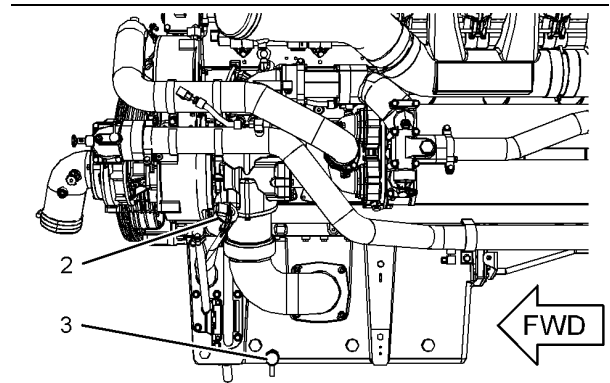

Ilustración 234
- a. Si se usa el tubo de llenado, quite la tapa del tubo de llenado (2) para llenar de aceite. Instale la tapa del tubo de llenado después de que el aceite esté al nivel apropiado. Consulte la ilustración 234 .
- b. Si se utiliza el cambio de aceite de alta velocidad, quite la tapa contra el polvo y conecte la manguera de llenado de aceite a la conexión macho (3) para llenar de aceite. Quite la manguera de llenado de aceite e instale la tapa contra el polvo después de que el aceite esté en el nivel correcto. Consulte la ilustración 234 .